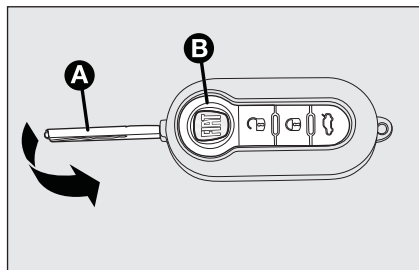

fig. 9
La clé est pourvue d'une tige métallique **A-fig. 9**, qui actionne:
**Appuyer sur le bouton **B-fig. 9** uniquement lorsque la clé se trouve loin du corps, en particulier des yeux et des objets pouvant se détériorer (par exemple les vêtements). Ne jamais laisser la clé sans garde afin d'éviter que quelqu'un, spécialement les enfants, puisse la manier et appuyer par inadvertance sur le bouton.**